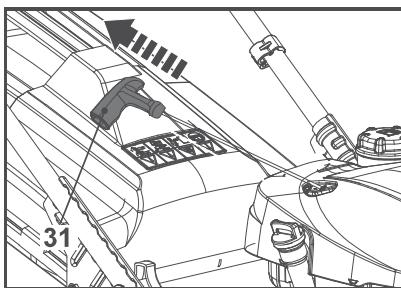

Fig. 11
2. Tire de la empuñadura de la cuerda de arranque (31) despacio hasta que note resistencia y, seguidamente, tire de ella rápidamente. Hágalo repetidamente hasta que el motor arranque (Fig. 11).